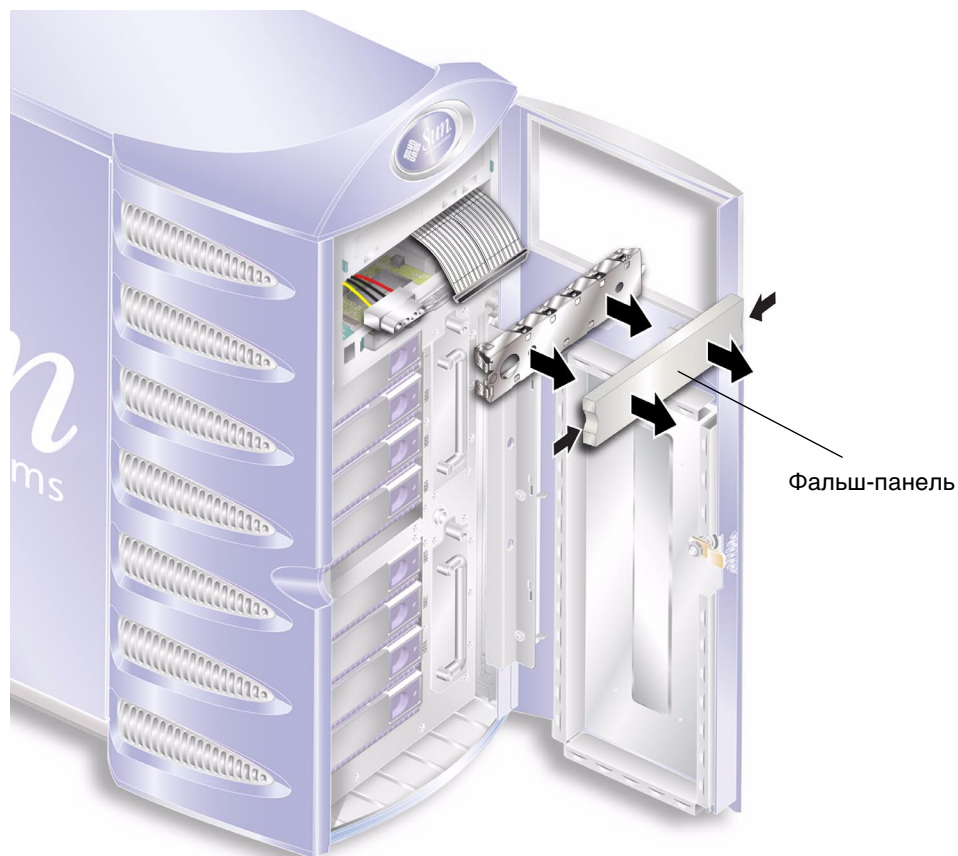

РИС. 1-27 Удаление фальш-панели накопителя на магнитной ленте
4. Извлеките фальш-панель. См. РИС. 1-27.